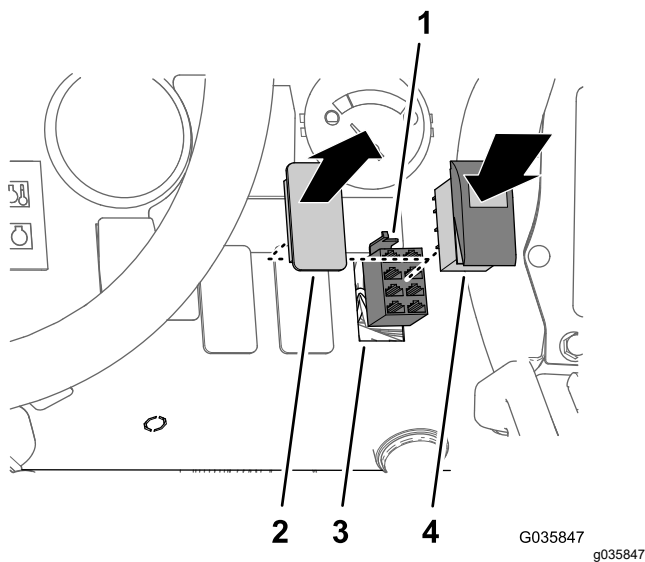

Figura 35
1. Scoatei capacul comutatorului din panoul de bord în locaia indicată în Figura 35.
2. Conectai conectorul cu 8 orificii al cablului setului de finisare a braului ultra sonic cu etichetă SONIC MODE MANUAL VS. AUTO (MOD SONIC MANUAL VS. AUTOMAT) la comutatorul culbutor (Figura 35).
3. Introducei comutatorul culbutor în deschiderea panoului de bord până când comutatorul se fixează bine (Figura 35).